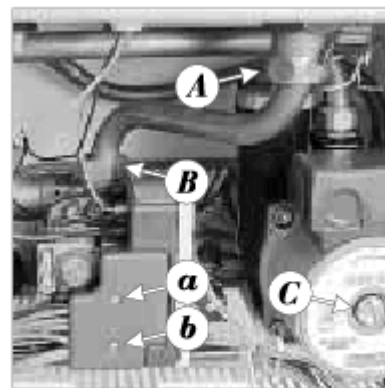

Рис. 22 – Газовый клапан
- автоматика зажигания насажена коннектором прямо на газовый клапан (см.рис. 22);
Замена газового клапана (см.рис. 22)
- засечка для отвертки на крыльчатке доступна после снятия винта С в середине торца статора – см.рис. 22